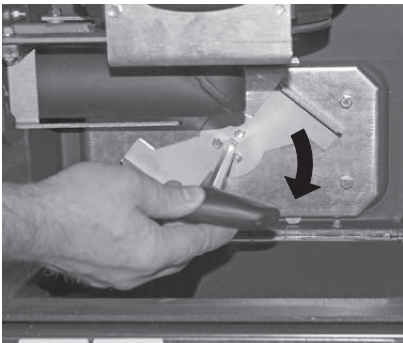

Fig. 79 Tourner la poignée et retirer le couvercle
- À l'aide d'une clé à six pans creux, faire tourner la poignée au niveau du couvercle des surfaces d'échange dans le sens des aiguilles d'une montre vers le bas et retirer le couvercle – Fig. 79.